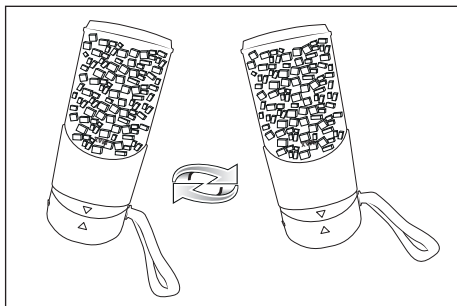

Fig. 1
- 4) Vend produktet om, så låget **1** vender nedad. For at ingredienserne bedre kan fordeles, kan du bevæge produktet, mens det blander fødevarerne. Hold produktet fast i hånden, og bevæg det fra side til side (se fig. 1). Sørg for, at låget **1** ikke løsner sig fra blenderbægeret **6**.